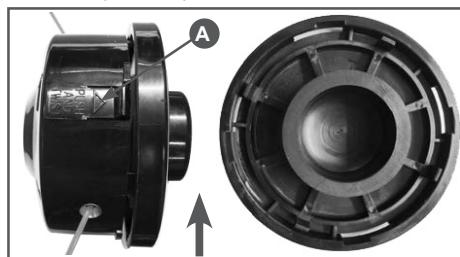

Рис.13 Снятие крышки триммерной головки
Нажмая на фиксатор (A) Рис.13 одновременно поверните крышку головки по часовой стрелке и снимите ее с корпуса головки (Рис.13).